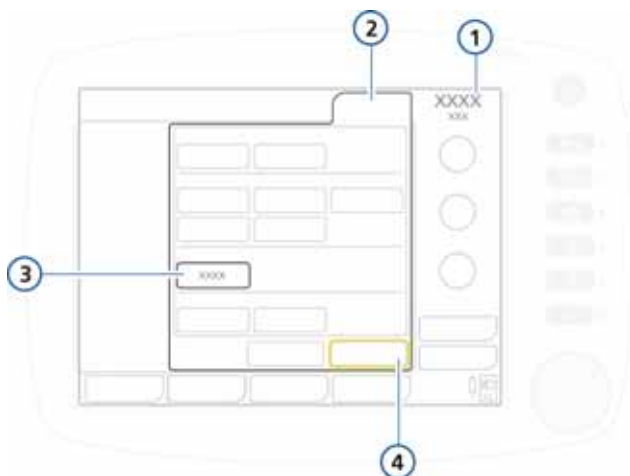

Рисунок 4-4. Изменение режима, окно «Режимы»
1. Откройте окно «**Режимы**». См. рис. 4-4.